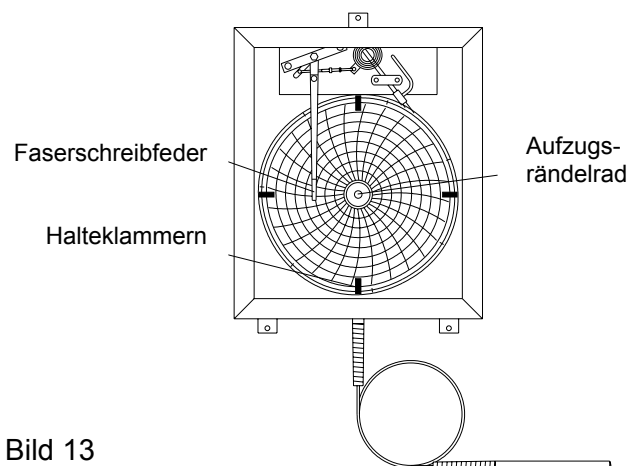

Bild 13
5.4 Papiertransportwerk für Kreisblattschreiber nach Bild 13